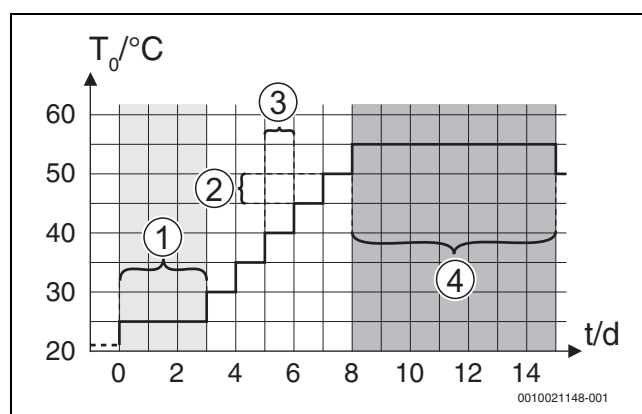
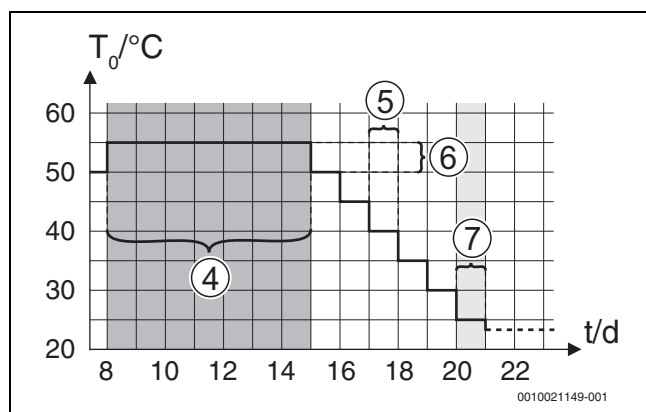

Fig. 7 Gulvtørningsproces med grundindstillinger i opvarmningsfasen
Fig. 8 Gulvtøringsproces med grundindstillinger i kølingsfasen
**Forklaring til fig. 7 og fig. 8:**T0 Fremløbstemperatur
| Ventetid før start            | Spring over: Gulvtørreprogrammet starter øjeblikkeligt for de valgte varmekredse.[1 ... 50] dage: gulvtørreprogrammet starter efter den indstillede ventetid. Der slukkes for de valgte varmekredse i ventetiden. Frostsikringen er aktiveret (→ fig. 7, tid før dag 0) |
Tab. 10 Indstillinger i menuen Gulvtørring (fig. 7 og 8 viser gulvtørreprogrammets grundindstilling)